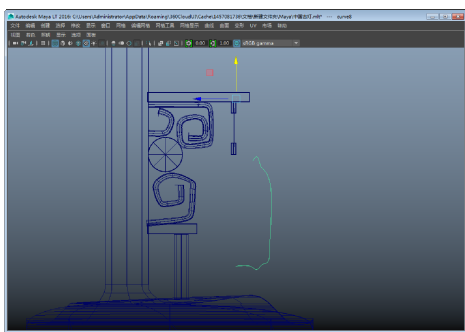

图 3-137 绘制曲线
- 14 再次放大【前视图】，利用曲线工具绘制一条如图 3-137 所示的曲线，用于制作灯笼的轮廓。